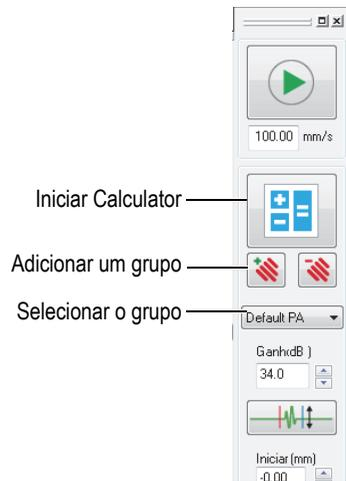

Figura 4-3 Adicionar ou selecionar um grupo
1. No Painel, clique em  para adicionar um grupo (Figura 4-3 na página 104).
3. No painel de instrumentos (Figura 4-3 na página 104), proceda da seguinte forma: